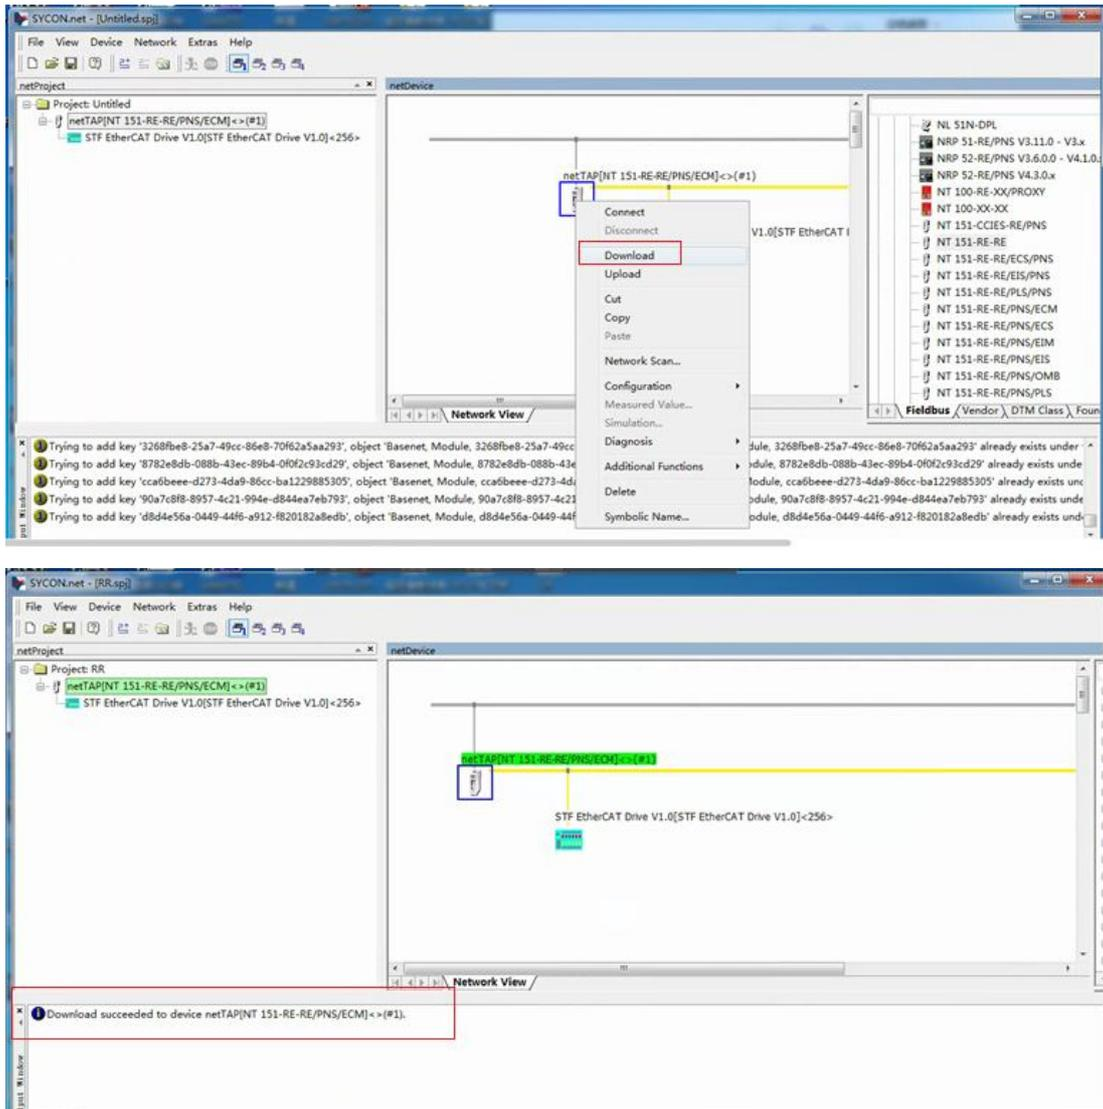

图 5.17 配置文件下载
(13) 到目前为止已经完成了网关的所有参数设置。最后右击网关，选择“Download”将配置文件下载到网关中完成所有的配置工作，参考图 5.17。